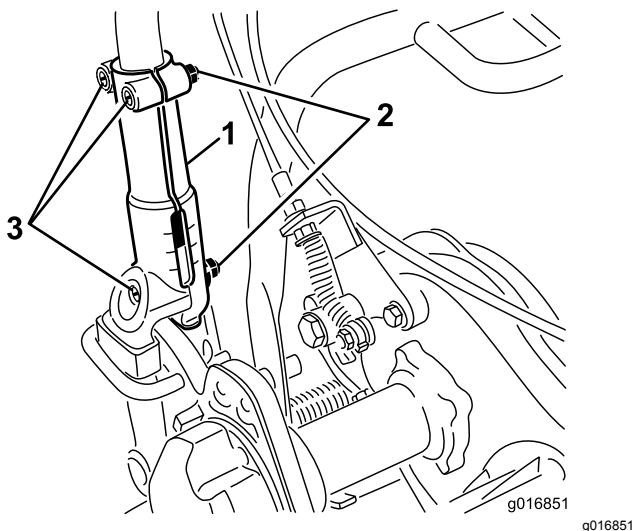

Figura 29
1. Afloje los 3 pernos de cuello cuadrado y las tuercas que sujetan ambos lados del manillar a las abrazaderas (Figura 29).